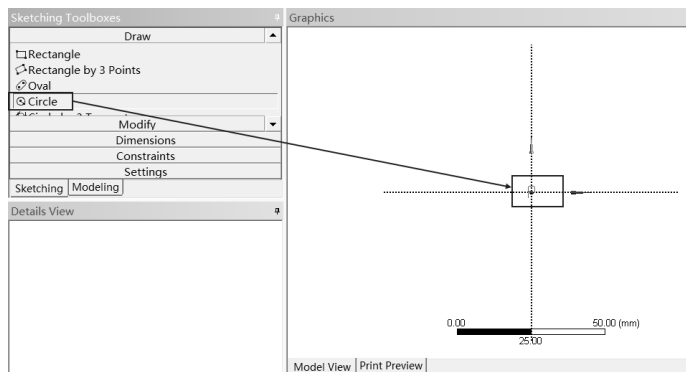

图 2-43 原点自动捕捉
Step6：自动捕捉。单击 Draw Circle 按钮，此时 Circle 按钮处于凹陷状态，即被选中，如图 2-43 所示。移动鼠标至绘图区域中的坐标原点附近，此时会在绘图区域出现 P 字符，表示此时鼠标在坐标原点。